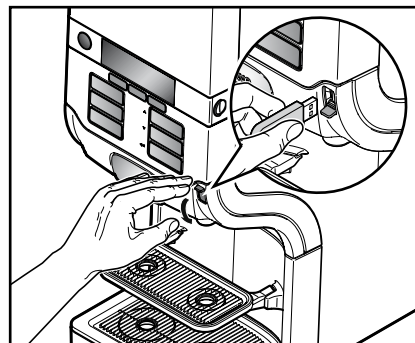

Fig. 23
- Inserire la chiave USB per l'erogazione temporanea delle bevande' nella presa USB dell'apparecchio (fig. 23).